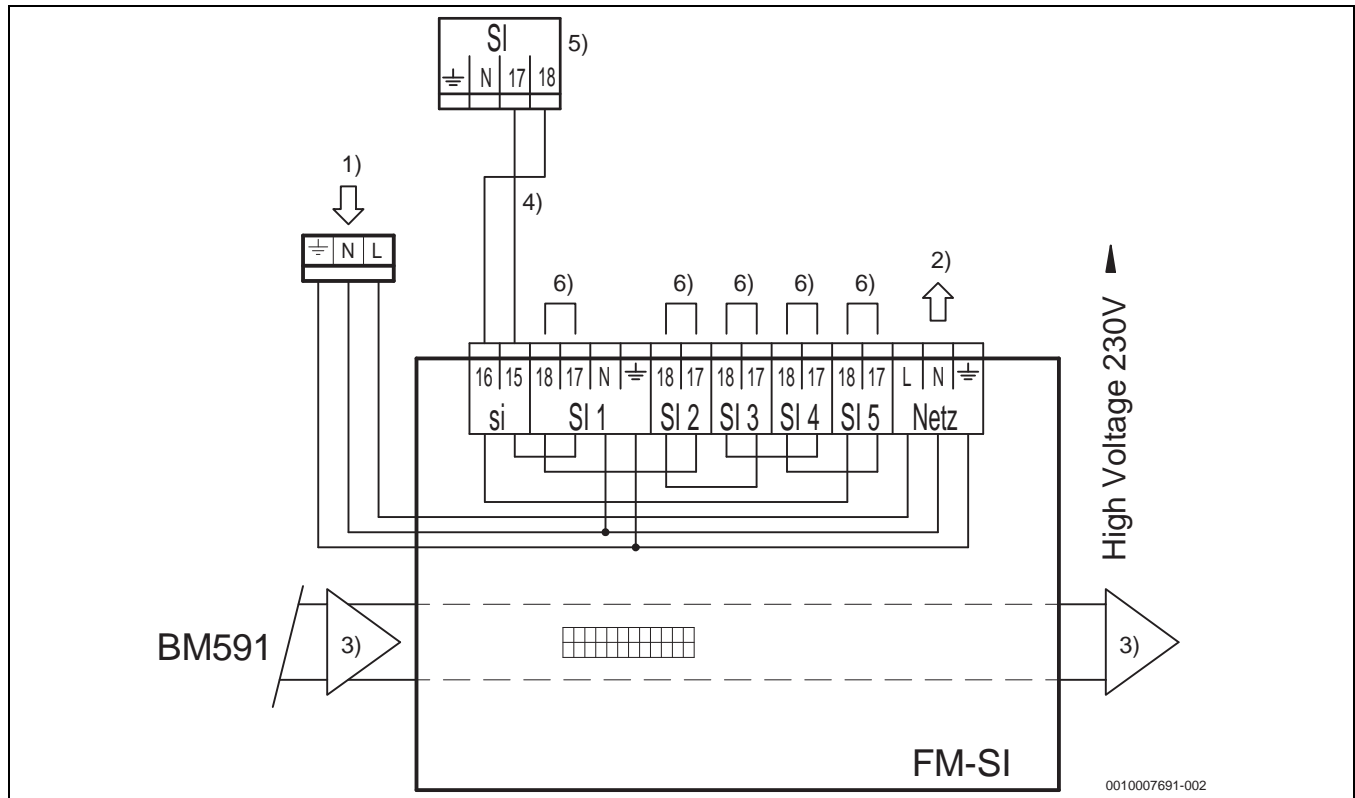

Bild 89 Schaltplan Funktionsmodul FM-SI
Achtung: Ist die Netzverbindung (→ Bild 89, [1]) nicht gesteckt und die Sicherheitskette geschlossen, wird eine Störung angezeigt.
- An die Anschlussklemme SI des Regelgeräts (→ Bild 89, [5]) dürfen bei der Installation des Moduls FM-SI keine zusätzlichen Sicherheitseinrichtungen angeschlossen werden. Die Brücke an der Anschlussklemme SI muss entfernt werden.